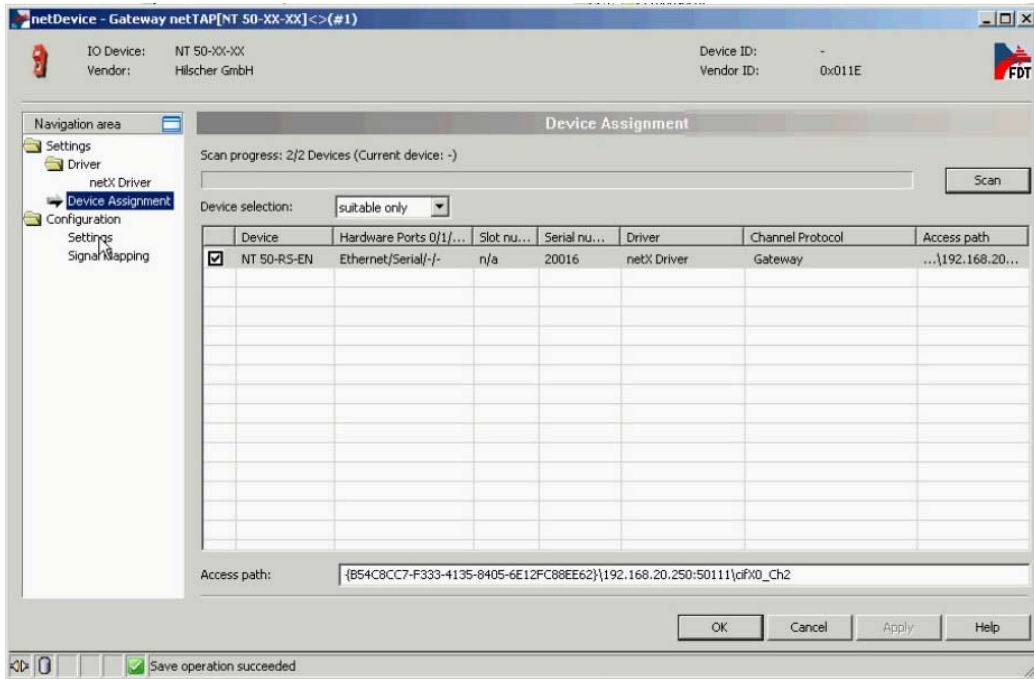

图 21
- 5) 选择“Device Assignment”栏，单击 Scan 按钮，扫描到网关硬件，如图 21 所示。勾选该网关并单击 Apply 按钮保存。